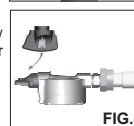

FIG.4
OUVERT (ON): après avoir monté correctement le adaptateur sur la valve gaz, ouvrir l'arrivée du gaz en tournant le levier d'un demi-tour dans le sens inverse aux aiguilles d'une montre pour le mettre sur ON/ ouvert. Le symbole de la flamme rouge et l'inscription ON sont clairement visibles. Voir la fig. 4.